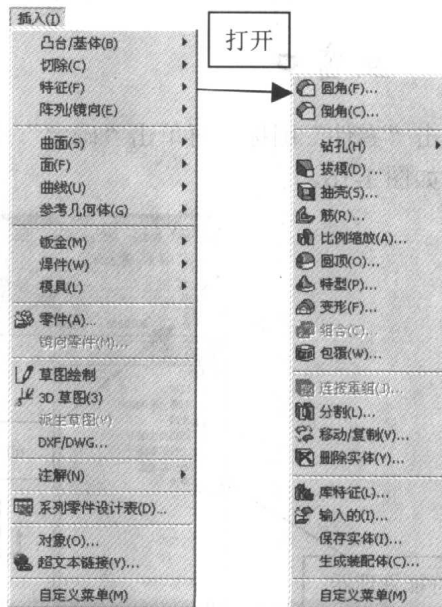
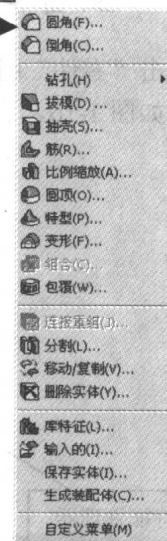

图 1-20
图 1-21
4. 插入：在其中可以选择各种命令。单击小箭头可以得到命令条，如图 1-20 与图 1-21。